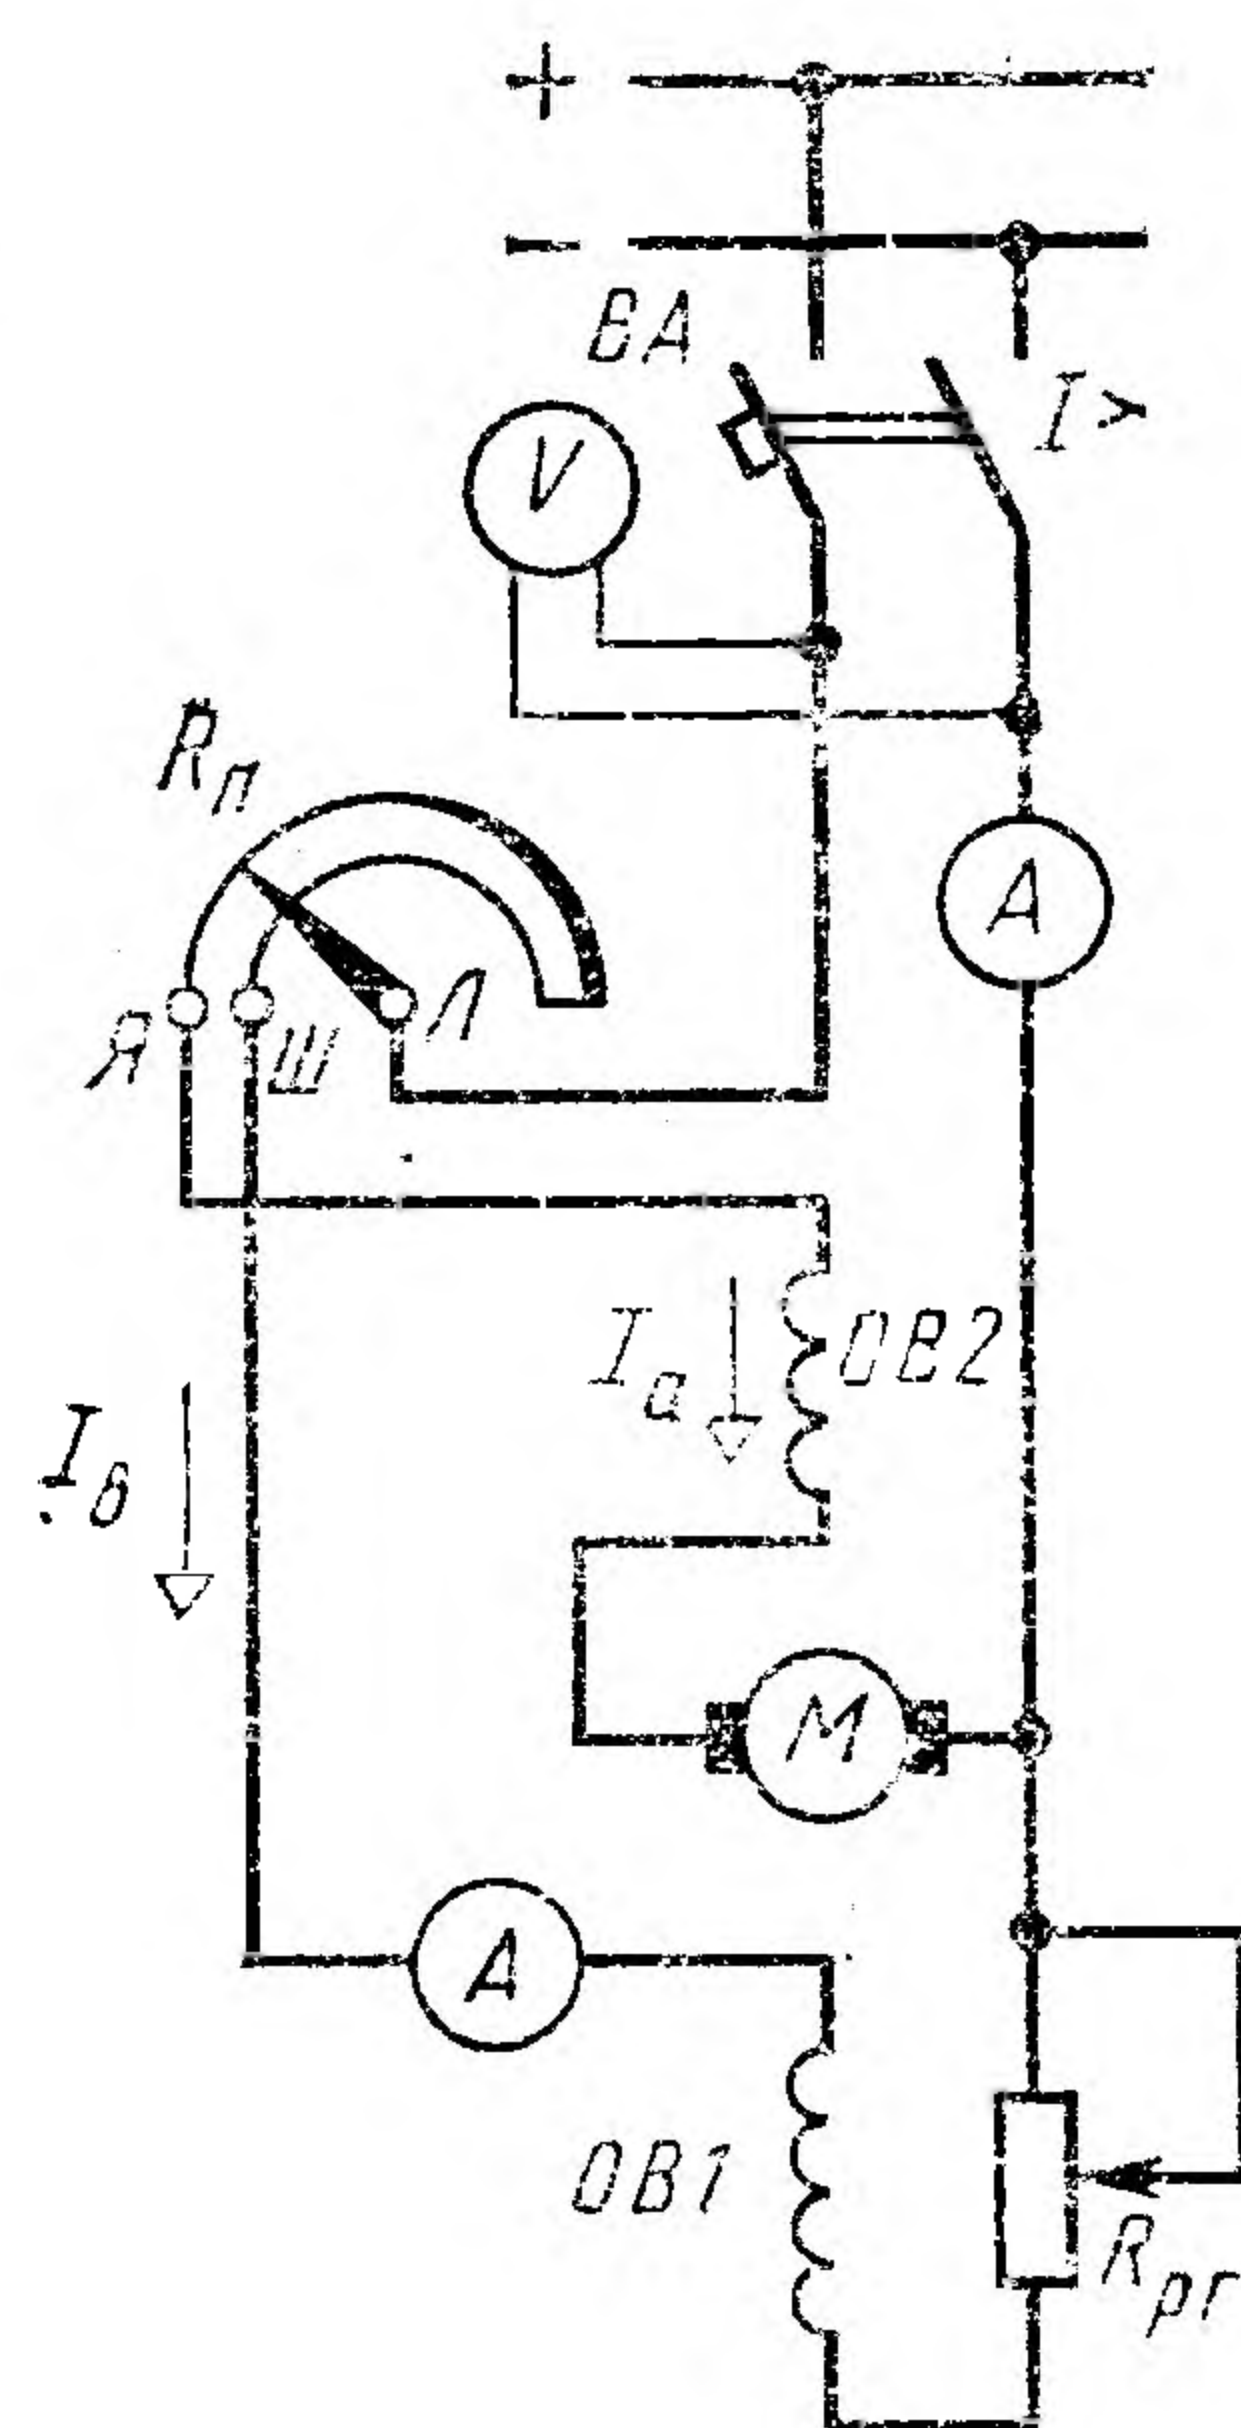

Рис. 101
**Задача 36.** Электродвигатели постоянного тока серии П имеют параллельную и последовательную обмотки возбуждения (рис. 101). Сведения о них приведены в табл. 44. Пользуясь этой таблицей, определить следующие величины: потребляемую из сети мощность  $P_1$ ; коэффициент полезного действия двигателя  $\eta_{дв}$ ; ток в параллельной обмотке возбуждения  $I_B$ ; ток в обмотке якоря  $I_a$ ; противо-э. д. с.  $E$ , наводимую в обмотке якоря; суммарные потери в двигателе  $\sum P$ . Данные для своего варианта взять из табл. 44.